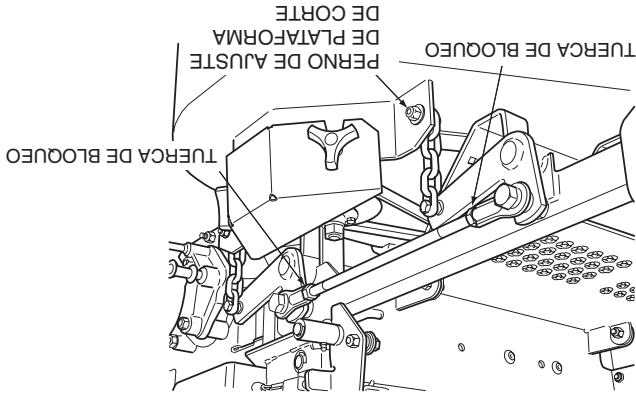

Figura 6-4. Ajuste de la plataforma de corte
1. En el lado frontal del lado izquierdo de la plataforma de corte, ubique el perno de ajuste de la misma. (Vea la Figura 6-4).
1. Afloje las tuercas de bloqueo en ambas varillas de ajuste. (Vea la Figura 6-4).